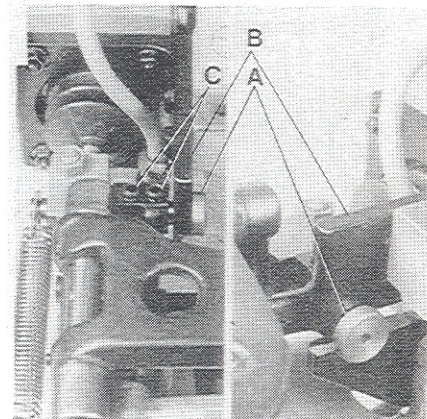

Fig.17A
When the tape cutter is in its home position, set the stud (A, Fig. 17A) so, that the head of stud just contacts the holder (B) but does not bind. After loosening screws (C) the stud can be set accordingly. Retighten screws (C) on the flat of stud (B).
Wenn der Bandabschneider in seiner Ausgangsstellung ist, stellen Sie den Bolzen (A, Fig. 17A) so, daß der Kopf des Bolzens am Halter (B) ohne zu klemmen anliegt. Nach Lösen der Schrauben (C) kann der Bolzen entsprechend gestellt werden. Ziehen Sie die Schrauben (C) auf der Fläche des Bolzens (B) wieder an.